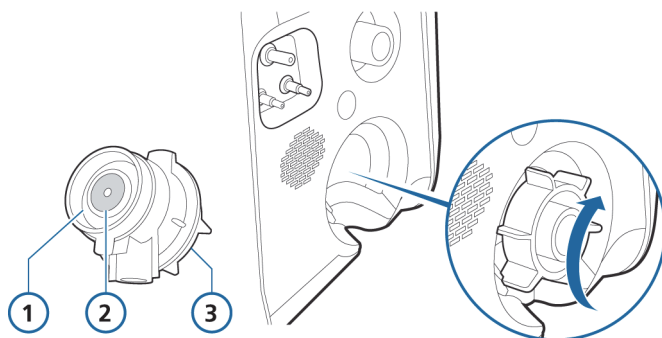

Рисунок 6-1. Установка неонатального клапана выдоха
1. Удерживая корпус клапана выдоха (рис. 6-1), установите силиконовую мембрану в корпус.